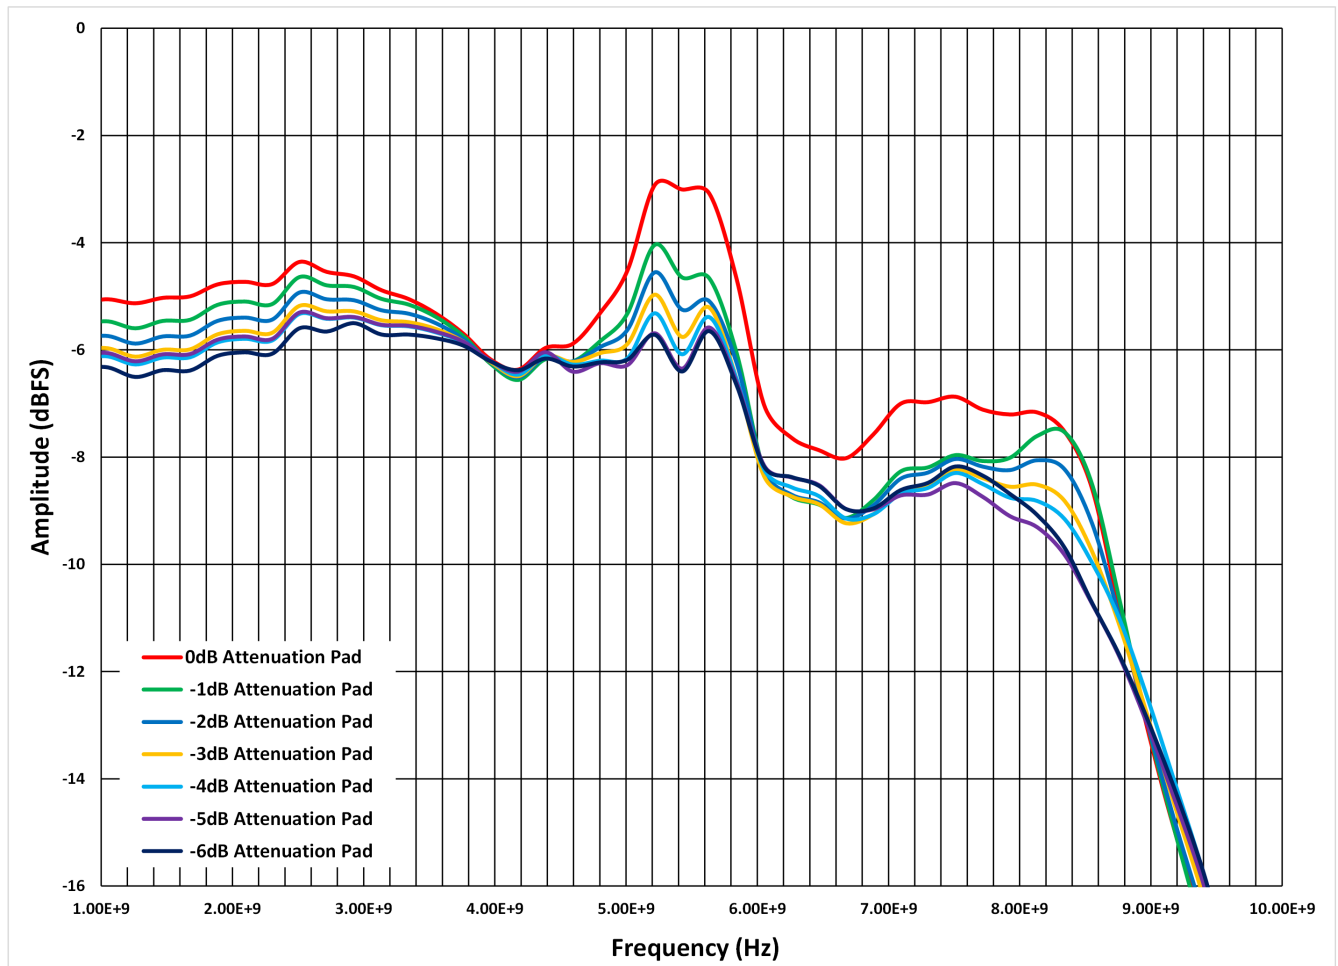

图 2-4. 衰减焊盘与纹波抑制
- 需要 3-6dB 输入网络的最后一个原因是，随着频率带宽的增加，我们现在是 10GHz，下周将达到 20GHz，依此类推。这推动了对宽带匹配的需求，如上几点所示。但是，放置一个硬阻抗有损耗的衰减焊盘也有助于解决平衡-非平衡变压器输出和 ADC 输入所需的任何阻抗不匹配问题。如您所知，阻抗的任何不匹配都会开始产生驻波，进而导致通带或相关频带中出现纹波。通过将有损耗的衰减焊盘放置在平衡-非平衡变压器输出和 ADC 输入之间，有助于解决这一不匹配问题，并最终快速消除这些驻波而不中断交流性能，例如 SFDR 或无伪波动态范围。请注意在 图 2-4 中，每当实施 3-6dB 衰减焊盘时，纹波和反射如何在 1GHz 以上快速消失。